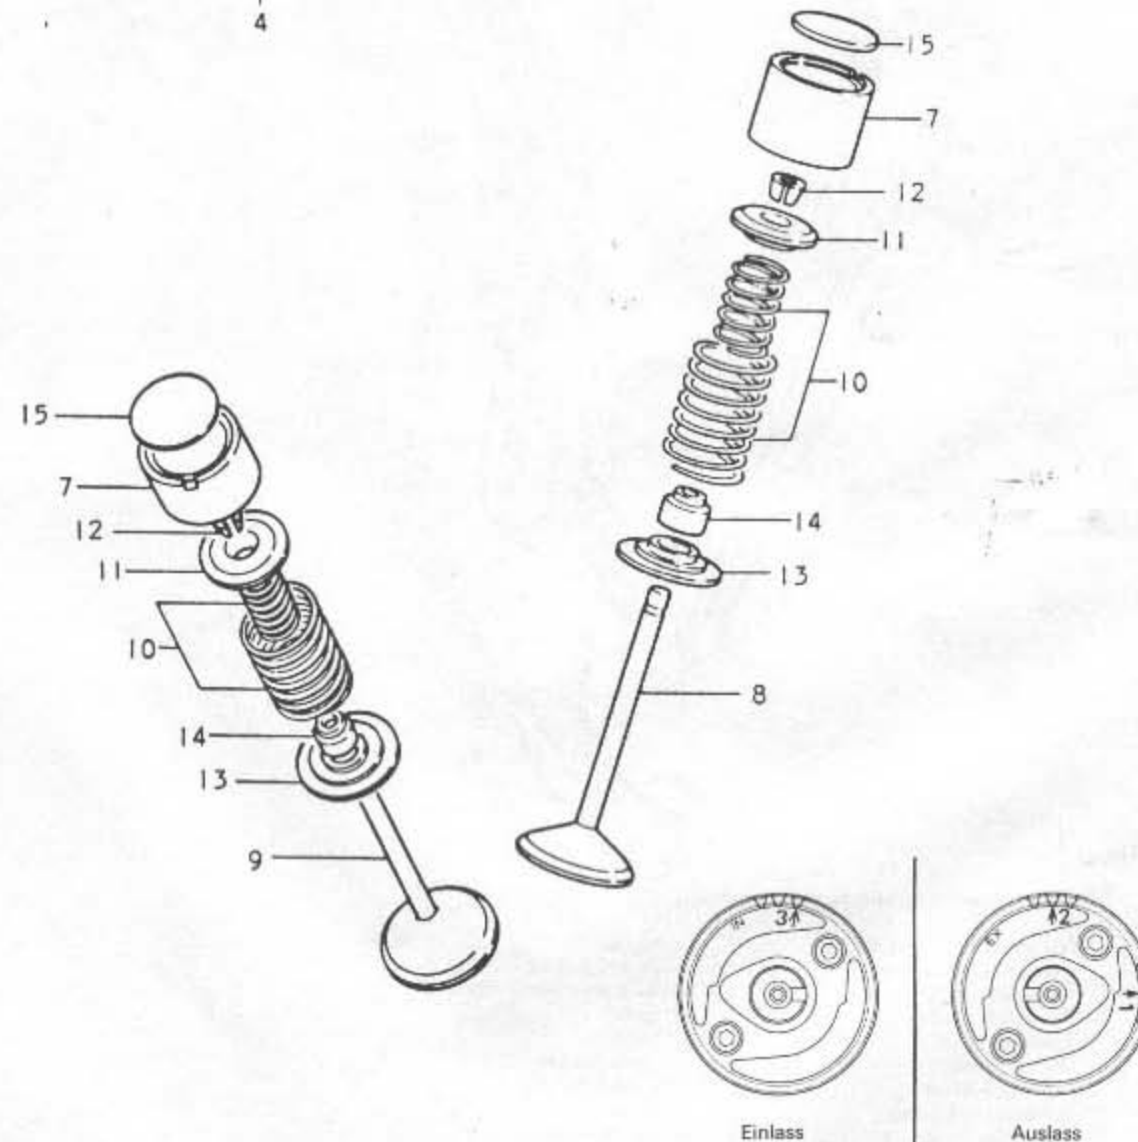

Bild 64 Stellung der Nockenwellenkettenräder
- Die Nockenwellenkettenträder werden auf hakige, verschlissene oder gar fehlende Zähne überprüft. Falls sich irgendwelche Beschädigungen feststellen lassen, muss das betroffene Kettenrad erneuert werden. Jedes Kettenrad wird mit zwei Innensechskantschrauben am Flansch der Nockenwelle gehalten. Beim Wiederaufbau der Kettenräder beachte man, dass jedes entweder mit «IN» (für Einlass) oder mit «EX» (für Auslass) gekennzeichnet ist. Es ist wichtig, dass die Kettenräder auf die richtige Nockenwelle montiert werden und die richtige Stellung einnehmen (siehe dazu Bild 64). Werden die Kettenräder falsch angebaut, stimmen die Steuerzeiten nicht mehr. Beim Wiederaufbau bestreiche man die Befestigungsschrauben mit einer Sicherungsflüssigkeit wie etwa «Loctite».